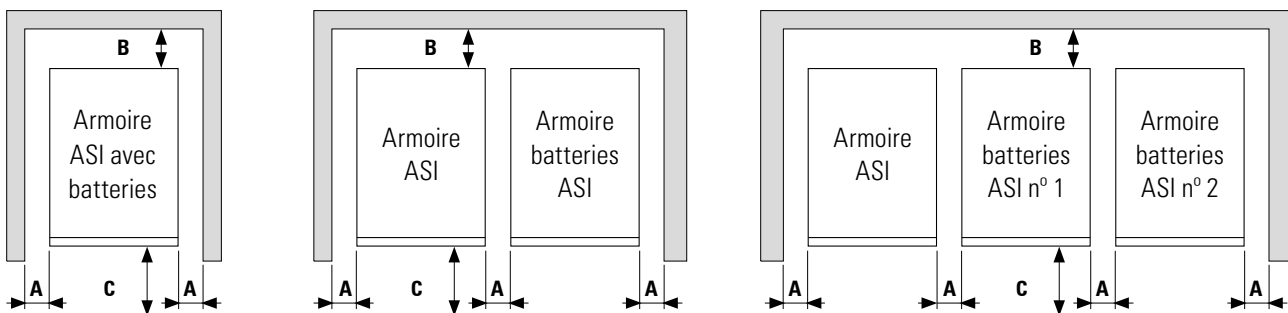

Fig. 29. Cotes minimales périphériques pour la ventilation de l'onduleur type tour.
- La Fig. 29 présente, à titre d'exemple, les configurations comprenant une seule armoire ASI : un onduleur avec les batteries à l'intérieur, un onduleur avec une armoire de batteries externes et un onduleur avec une autonomie étendue avec deux armoires de batteries externes.